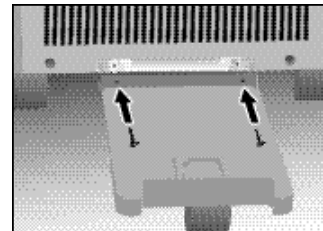

Fig.35
1. Attachez la tablette de support du réservoir (avec les roulements installés à l'usine) aux supports (2) situés à l'arrière (inférieure) de l'appareil en utilisant les deux vis fournies. Voir la Fig. 35.